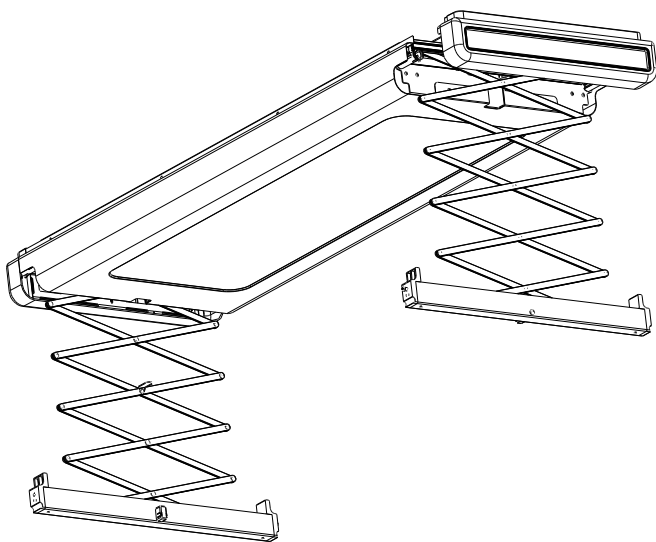

图 7
- 7、安装端盖：安装好主机后，将端盖装上，端盖两侧支撑柱卡进安装板支撑柱两侧孔内，如图7（剪刀架出厂时已装好）。